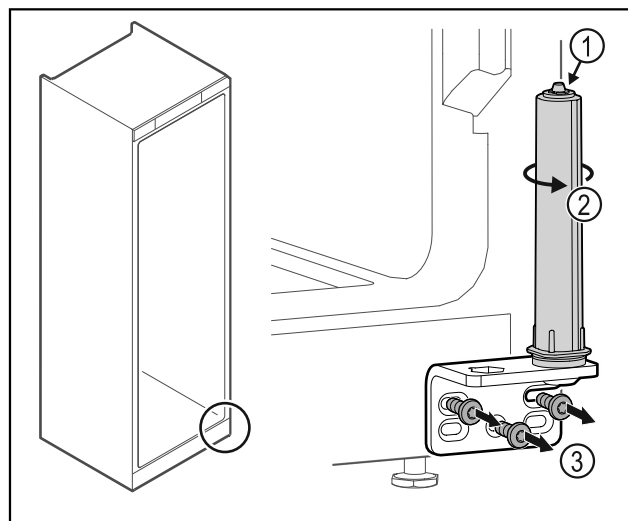

Fig. 18
- Neardykite durų uždarymo sistemos Fig. 18 (1).
- Sukite uždarymo sistemą Fig. 18 (2), kol ji užsifiksuos.
- Atsukite šarnyrinį kampuočių Fig. 18 (3).